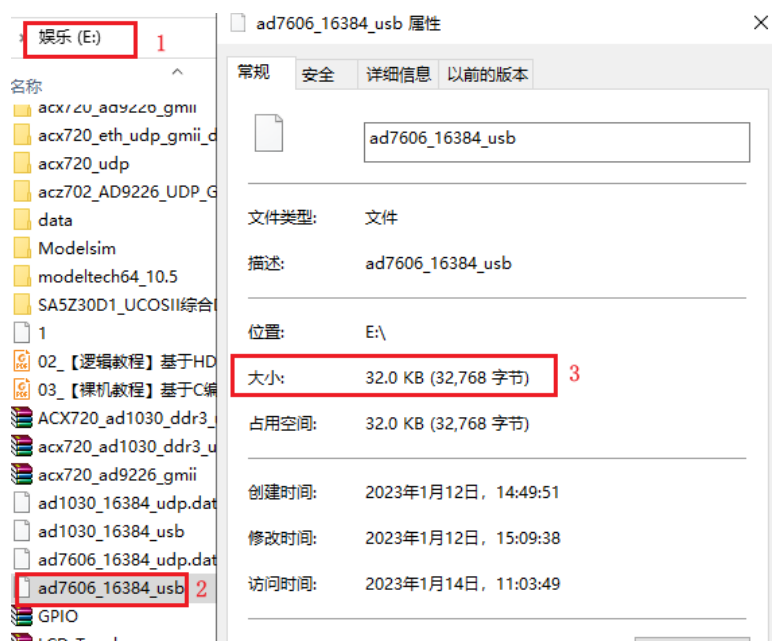

图 1-32 查看接收文件大小
10. 我们根据前面第 8 步设置的文件路径，找到数据文件，然后右击选中属性，查看文件大小，如下图 1-32 所示。从图中可以看出，文件大小为 32768 字节，符合我们之前设置的采样数量的大小。